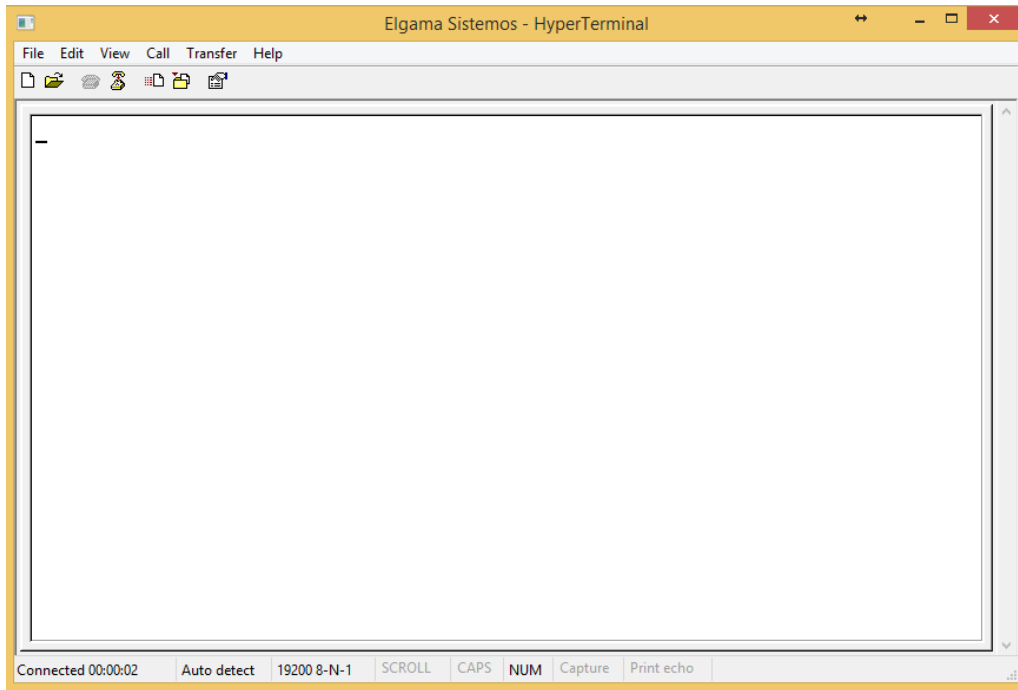

Рис. 9
- Настройки должны измениться на 19200 8-N-1, как показано на рис. 9;